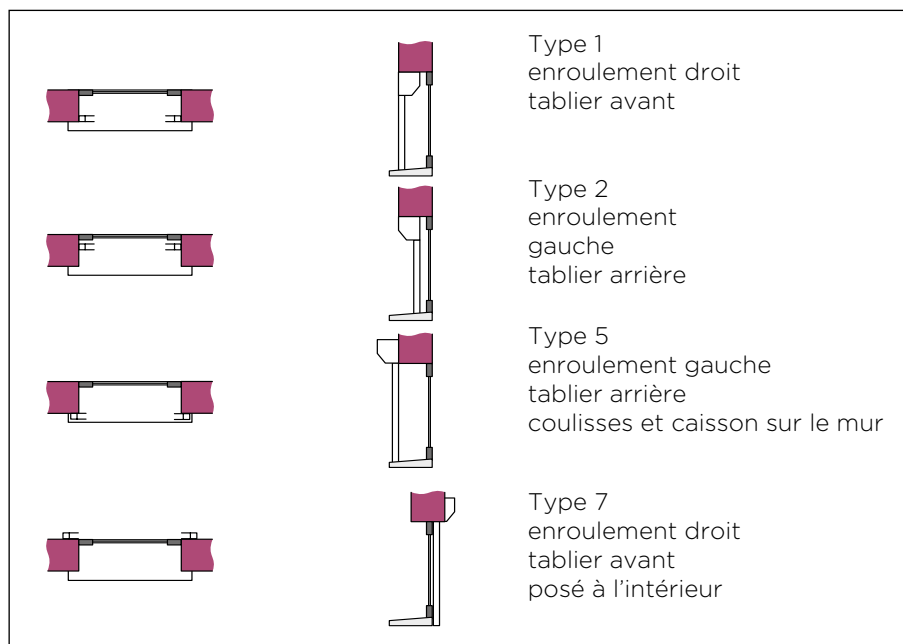

Fig. 3 : Montage en extérieur
- Quatre types de montage en extérieur avec les numéros 1, 2, 5 et 7, voir figure 3